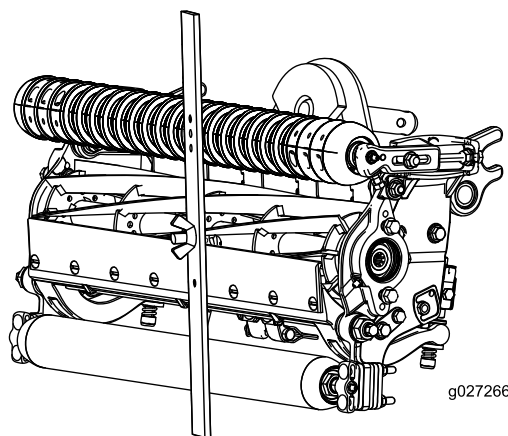

図 17
4. ゲージバーのネジ頭を下刃の切っ先に引っ掛け、バーの後端を後ローラに当てがう 図 17。
5. バーの前端がローラに当たるように、調整ネジで調整する 図 17。ローラ全体が下刃と平行になるように、ローラの両側を均等に調節する。